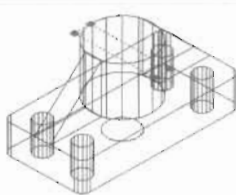

图 15-61
(6) 将如图 15-61 所示的矩形沿 Z 轴向上移动 35 个单位, 然后再将其拉伸 5 个单位的高度, 命令执行过程如下。